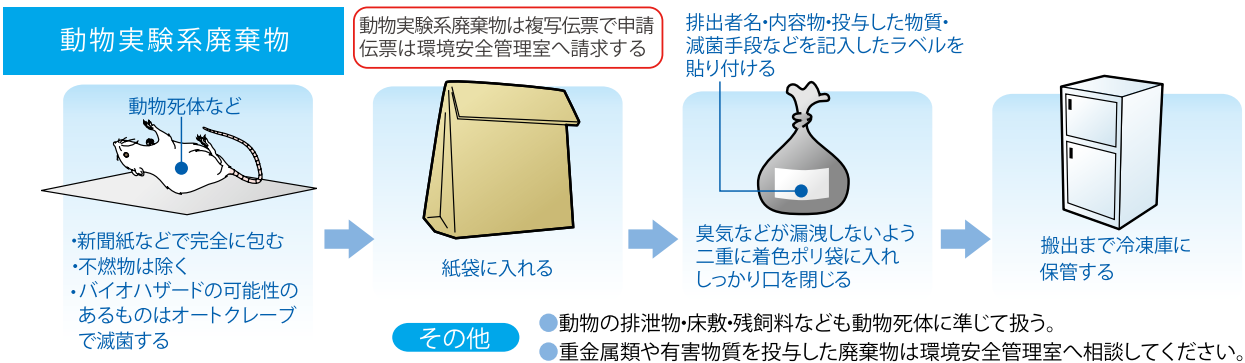

図 7. 動物実験系廃棄物の管理
動物実験系廃棄物とは、実験による動物の死体やその床敷をいいます。区分は表 1 に示した 3 種類です。図 7 に示すように廃棄物の発生後に速やかに梱包し、保管してください。
- I. 図7の梱包・表示方法を参照のうえ、搬出まで冷凍庫に保管してください。